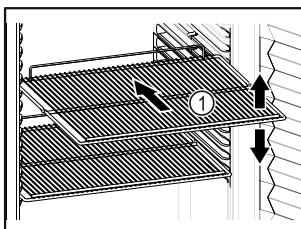

Fig. 60 Atvaizdo pavyzdys
- Jei pastatymo groteles Fig. 60 (1) galima perkelti, pritaikykite atsižvelgdami į aukštį.